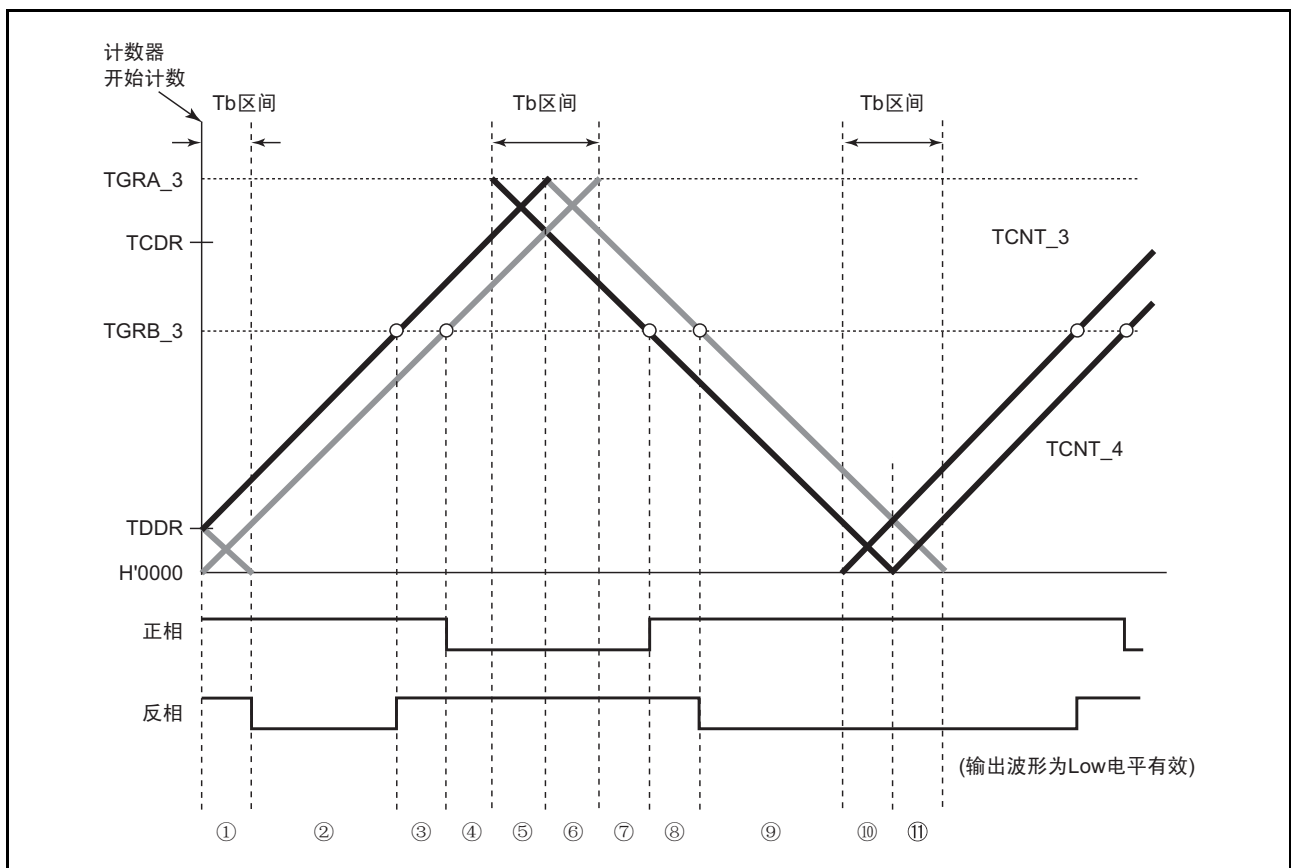
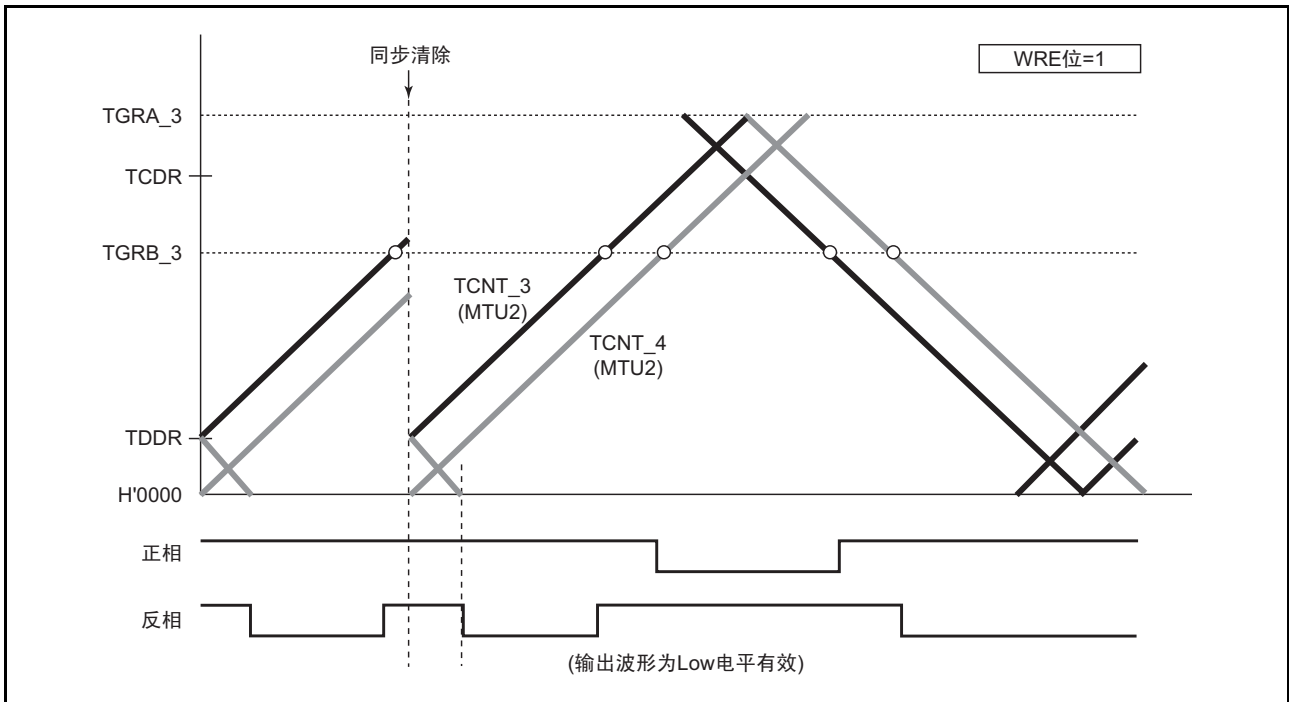
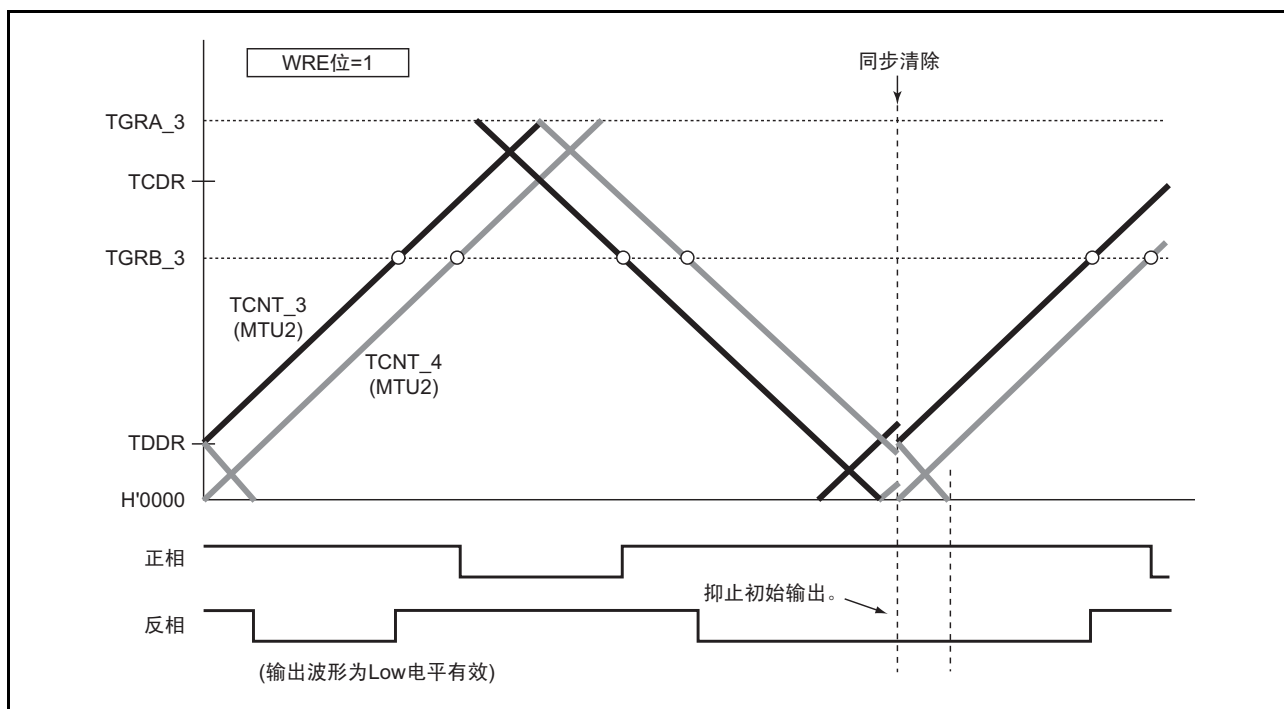

图 12.56 同步计数器的清除时序
图 12.58 在递增计数过程中的空载时间发生同步清除的情况
图 12.61 在波谷 Tb 区间发生同步清除的情况
只有在如图 12.56 的⑩、⑪ 的波谷 Tb 区间进行同步清除时，才能通过将 WRE 位置 “1” 来抑制初始输出。如果在其他时序中发生同步清除，就输出 TOCR 寄存器的 OLS 位设定的初始值。即使在波谷的 Tb 区间，如果在图 12.56 的①所示的计数器刚开始计数后的初始输出期间发生同步清除，也不抑制初始输出。
在将 TWCR 的 WRE 位置 “1” 的状态下使此模块进行互补 PWM 运行并且进行同步计数器清除时的运行例子如图 12.58 ~ 图 12.61 所示。在此，图 12.58 ~ 图 12.61 的同步计数器清除时序分别是图 12.56 的 ③、⑥、⑧、⑩ 所示的时序。
(图 12.56 的时序③，此模块的 TWCR 寄存器的 WRE 位为 “1”)
(图 12.56 的时序⑥, 此模块的 TWCR 寄存器的 WRE 位为 “1”)
(图 12.56 的时序⑧, TWCR 寄存器的 WRE 位为 “1”)
(图 12.56 的时序 ①, TWCR 寄存器的 WRE 位为 “1”)